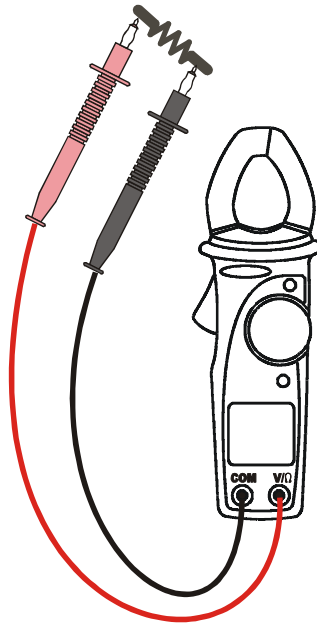

Abb. 7: Die Anwendung der Zange für Widerstandsmessung.
2. Verbinden Sie die Meßleitungen mit den Eingangsbuchsen, der rote Stecker mit der V / $\Omega$  Buchse, und den schwarzen Stecker mit der COM Buchse. (s. Abb. 7).